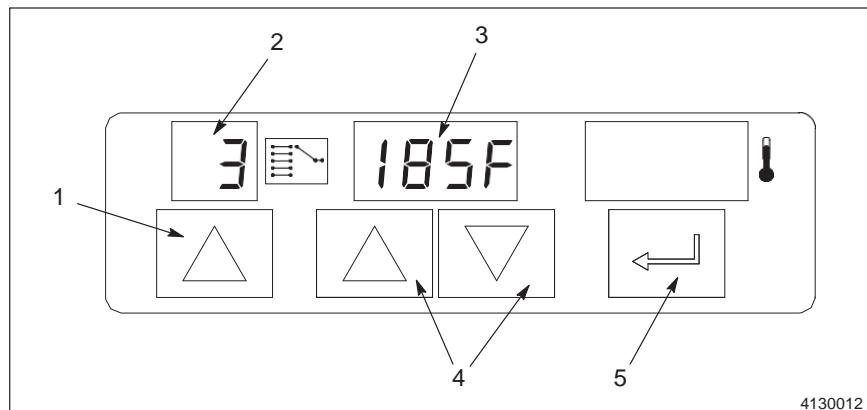

Fig. A 4-3 Ajustando a Temperatura de uma Zona
**NOTA:** se a função senha tiver sido habilitada, o número no visor multifuncional deve ser trocado (500) para a senha (321) e pressionar a tecla Enter antes que o sistema permita que quaisquer dos pontos de ajuste de temperatura sejam trocados.
3. Ver a Figura A 4-3 e a Tabela A 4-5. Pressionar a tecla Para Cima (1) até que o número da zona desejado apareça no visor do seletor (2). O visor multifuncional (3) troca para mostrar o ajuste da temperatura atual para a zona selecionada.
4. Pressionar a tecla para Cima ou para Baixo (4) para trocar a temperatura. O visor multifuncional pisca.
5. Pressionar a tecla Enter (5) para salvar o ajuste. O visor multifuncional para de piscar.
**NOTA:** Se a função senha tiver sido habilitada, o número no visor multifuncional deve ser trocado (500) para a senha (321) e pressionar a tecla Enter antes que o sistema permita que quaisquer dos pontos de ajuste de temperatura sejam trocados.
2. Ver a Figura A 4-3. Pressionar a tecla Para Cima (6) até 0 (Set All) apareça no visor do seletor. Todas as três luzes zona-tipo ligam e o visor multifuncional (3) mostra uma temperatura de pré-definição de 177 °C (350 °F).
3. Pressionar as teclas para Cima ou para Baixo (4) para mudar a temperatura. O visor multifuncional pisca.
4. Pressionar a tecla Enter (5) para mudar a temperatura ajuste de todas as zonas que são ligadas na temperatura mostrada no visor multifuncional. O visor multifuncional para de piscar.